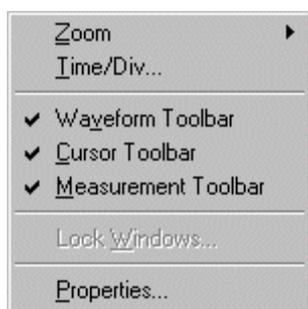

図 2-35 : [View]メニュー
- メジャメント・ツールバー、カーソル・ツールバー、ウェブフォーム・ツールバーはウェブフォーム・ビュー・ウィンドウの中の[View]メニューの中で選択（図 2-35）